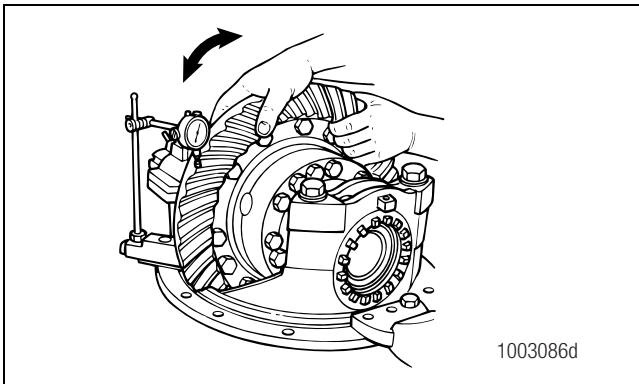

Figura 5.44
1. Fije un indicador de esfera sobre la brida de montaje del portadiferencial. Figura 5.44.